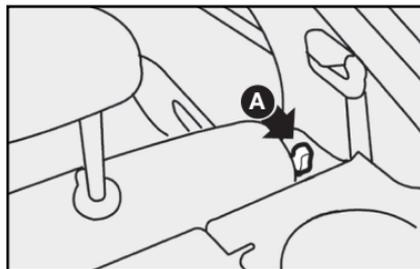

fig. 97
4) Desenganche el respaldo, utilizando las palancas laterales **A-fig. 97** en el sentido de la flecha.
En algunas versiones es posible ampliar parcialmente el baúl, inclinando el cojín individual o el doble. Para eso, desbloquee la palanca derecha o izquierda **A-fig. 97** y incline hacia adelante el cojín deseado hasta obtener una superficie de carga única.